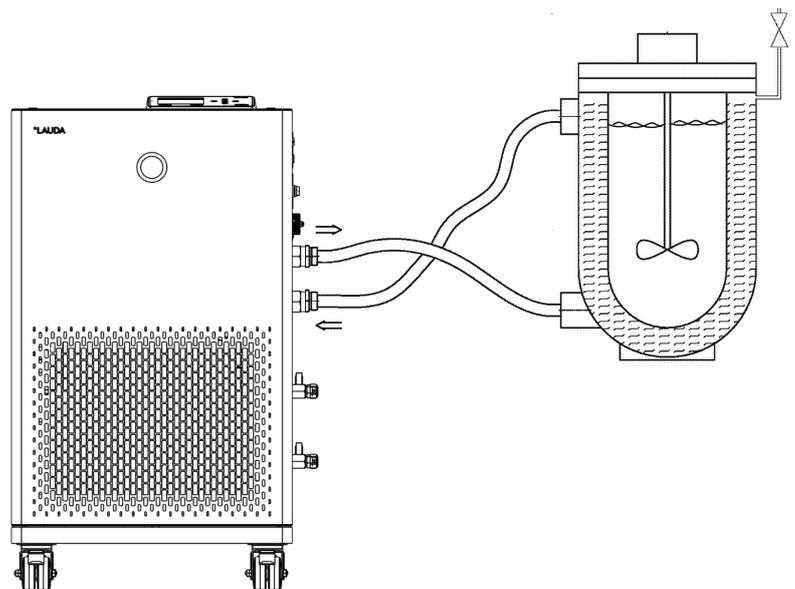

Fig. 12: Esquema de conexión con válvula de purga de aire
- En función del diseño de aplicación, una válvula de purga de aire puede simplificar significativamente el proceso de purga de aire. La válvula de purga de aire debe estar situada en el punto más alto del circuito (Fig. 12).
La aplicación externa debe conectarse de acuerdo con el esquema (Fig. 12) para que las burbujas de gas/vapor puedan eliminarse del sistema y sea posible un funcionamiento sin interrupciones. La alimentación de la bomba debe conectarse a la conexión inferior de la aplicación. La tubería de retorno hacia la boquilla de bomba debe conectarse a la conexión superior de la aplicación. De este modo, la aplicación fluye de abajo hacia arriba.